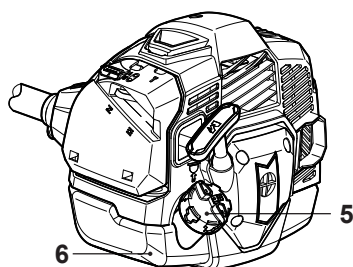

Fig. 10
- > Visser l'écrou bridé dans le sens de rotation indiqué, à l'aide de la l'outil multi-usage [39] (Fig. 10).
- > Dévissez le bouchon du réservoir de carburant [5], puis ôtez-le (Fig. 10).